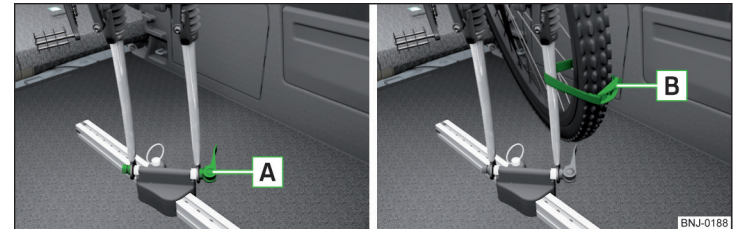

Abb. 113 Vordergabel des Fahrrads in den Träger einsetzen / Befestigungsbeispiel des Vorderrads
- Den Schnellspanner **A** » Abb. 113 am Träger lösen und entsprechend der Fahrradgabelbreite einstellen.
- Das Vorderrad mit dem Gurt **B** an der Vordergabel » Abb. 113 oder am Fahrradrahmen befestigen.